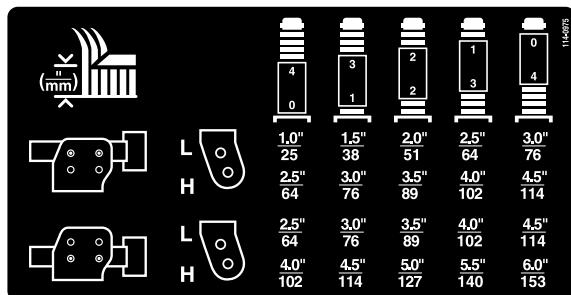

**Bild 26**
7. Um eine Schnitthöhe von 102 bis 153 mm zu erhalten, entfernen Sie die Befestigungsschrauben, mit denen die Hängehalterungen des Mähwerks an den Schnitthöhenlaufradarmen befestigt sind. Befestigen Sie die Hängehalterungen des Mähwerks dann in den unteren Löchern an den Schnitthöhenlaufradarmen (Bild 26).